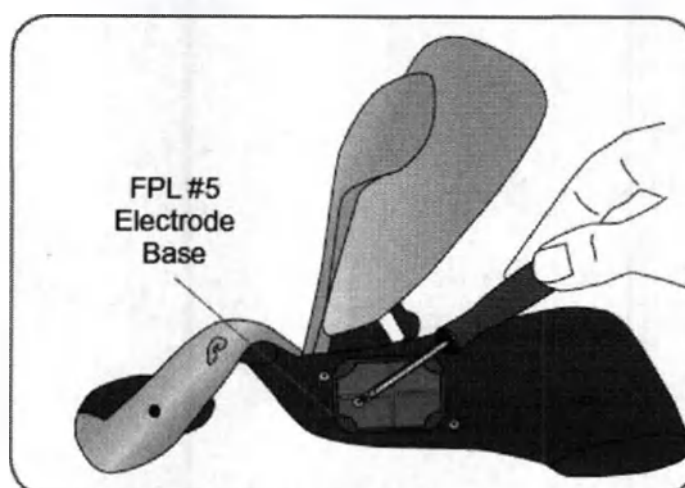

Рис. 6-10 Удаление винта из FPL электрода №5
3. Удалите винт из основания FPL электрода(electrode base) # 5 ортеза. Не снимайте электрод с основания. См. рисунок 6-10.